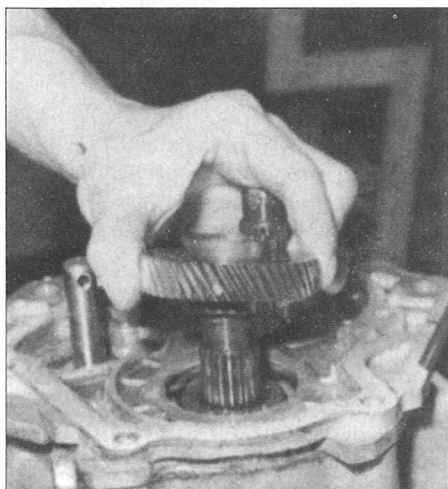

Fig. 42
- Desmontar o carreto da 5.^a do veio secundário (Fig. 42).